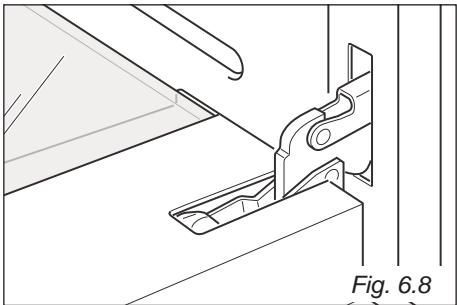

Fig. 6.8
- Verrouillez la porte en position ouverte (fig. 6.8).